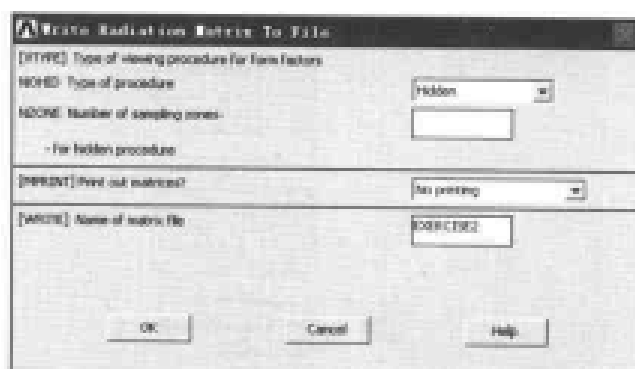

图 11-23 将辐射矩阵写入到文件对话框
(4) 选择 Main Menu | Radiation Opt | Matrix Method | Write Matrix 命令, 出现 Write Radiation Matrix To File 对话框, 在 NOHID Type of procedure 下拉列表框中选择 Hidden 选项, 在 [WRITE] Name of matrix file 文本框中输入 EXERCISE2, 如图 11-23 所示, 单击 OK 按钮关闭该对话框。